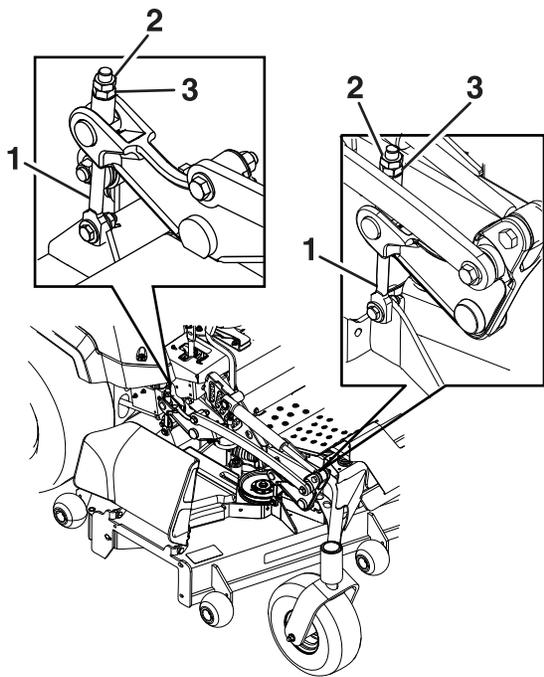

Bild 84
9. Drehen Sie die Einstellmutter am Frontmähwerkhub, um eine genaue Einstellung zu erreichen (Bild 84).